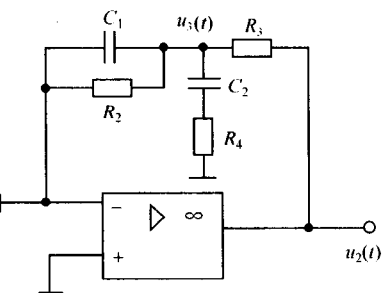

图 2-2 真题 2 电子电路
2. 图 2-2 中, 电压 $u_1(t)$ 、 $u_2(t)$ 分别是输入量和输出量, 求传递函数。
解 设电压 $u_3(t)$ 如图 2-2 所示。根据节点电流定律有